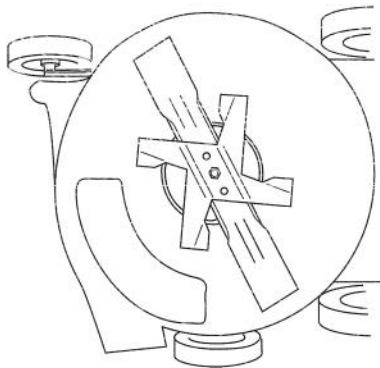

Figure 23
3. Basculer la tondeuse sur son côté droit (Fig. 23).